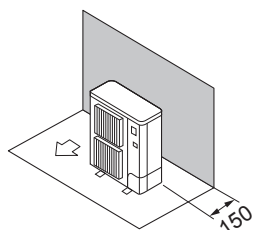

Fig. 2-3
- ① Obstacles uniquement à l'arrière (Fig. 2-3)